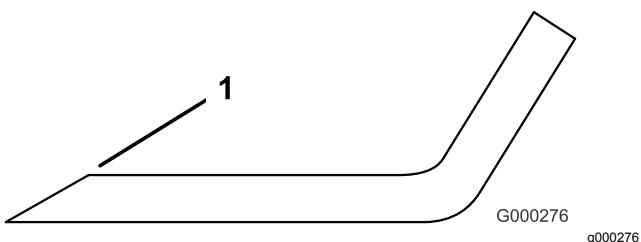

Figura 77
- Utilice una lima para afilar el filo de corte en ambos extremos de la cuchilla (Figura 77).